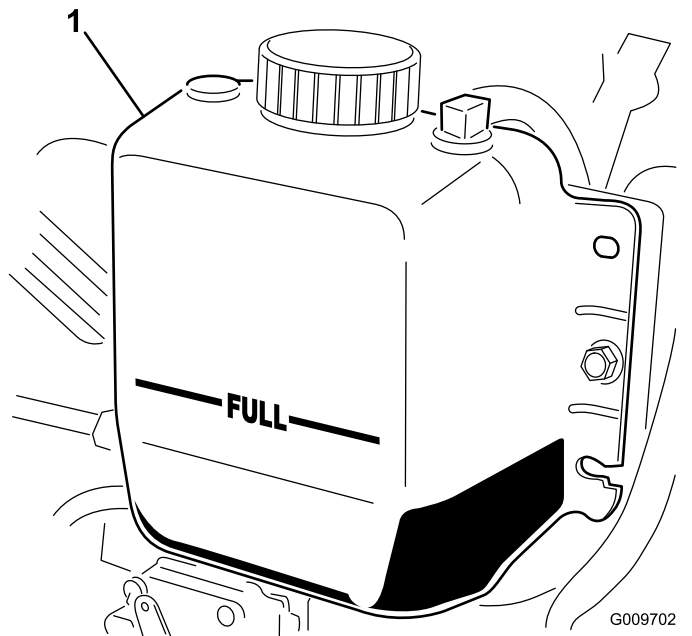

图 71
2. 检查散热器冷却液液位。散热器中的冷却液应添加至加液口颈的顶部而膨胀水箱中的冷却液应添加至已满标记处图 71。